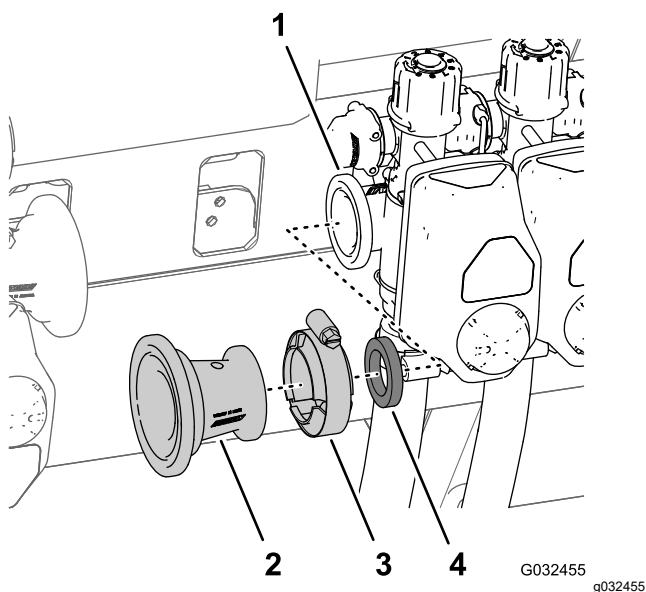

Figura 35
- C. Retire la abrazadera de brida de 76 mm (3") que sujeta el adaptador reductor y la junta ($2\frac{1}{4}$ ") a la brida de la válvula de sección del brazo izquierdo, y retire el adaptador, la brida y la junta de la máquina (Figura 35).